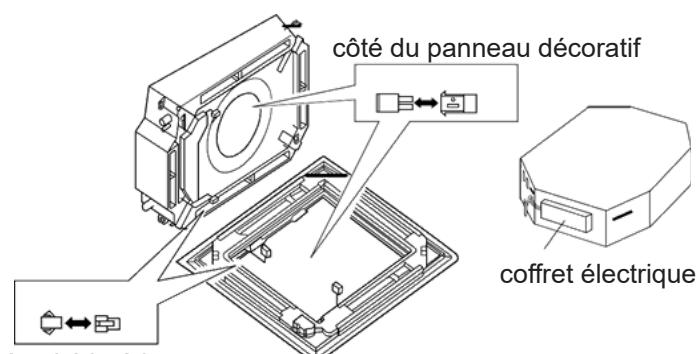

Fig. 3
- Raccordez le conducteur du moteur du déflecteur au panneau décoratif (Fig. 3)